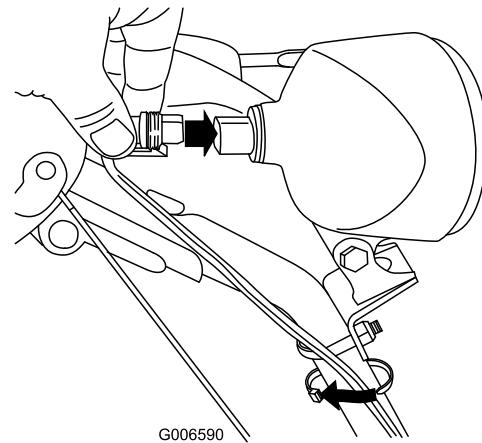

Figure 56
- Branchez le connecteur du fil directement à l'arrière du phare en l'enfonçant bien en place (Figure 56).